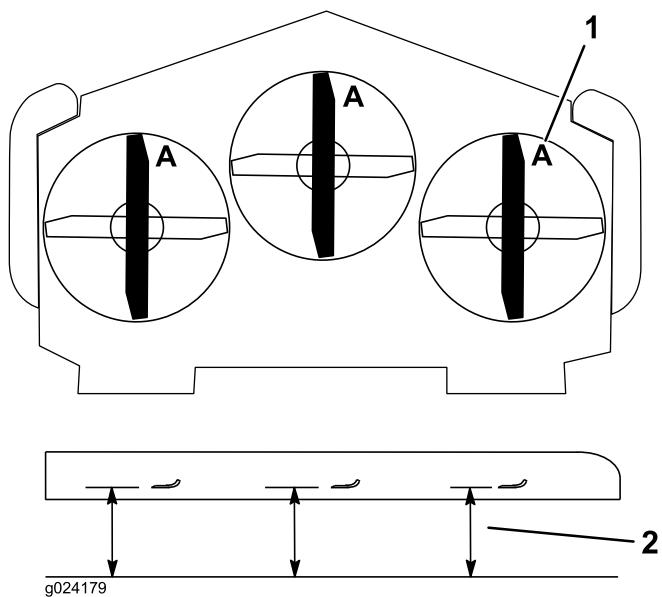

Figure 96
3. Tournez les lames dans le sens longitudinal (Figure 96). Mesurez la distance entre la surface plane et le
tranchant (position A) des lames (Figure 96). Notez cette valeur.